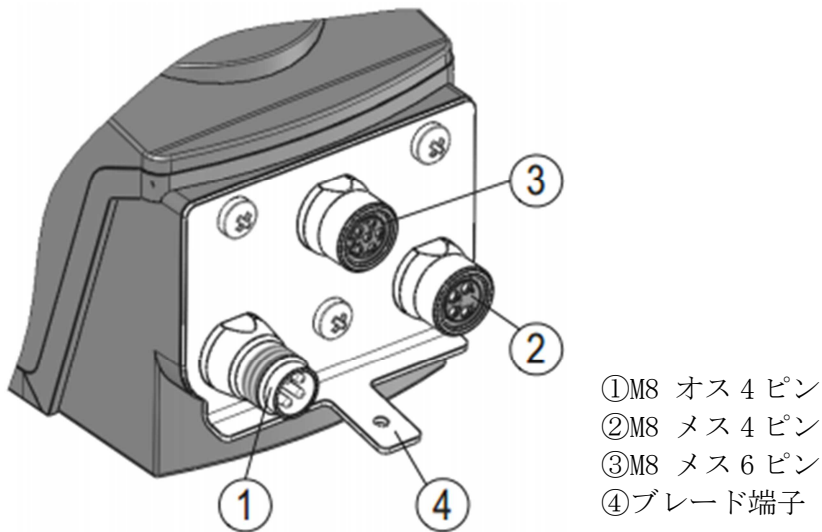

図 8 : SNDEP10-MS のピン配置
磁気センサーの M8 6 ピン（オス）部分を、SNDEP10-MS の M8 6 ピン（メス）に接続します。（図 8 の③を参照）